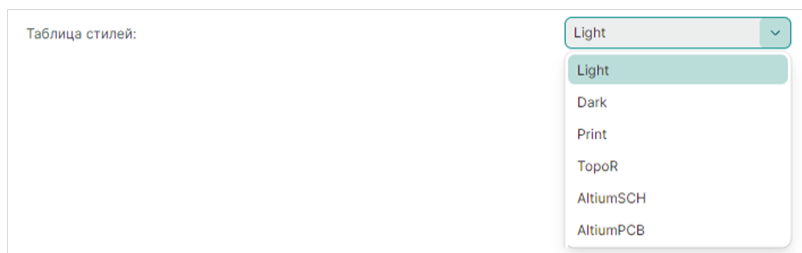

Рис. 105 Выбор таблицы стилей
- «Таблица стилей» – выбор таблицы стилей из списка доступных. Таблицы стилей можно настроить в панели «Стандарты», см. Рис. 105;